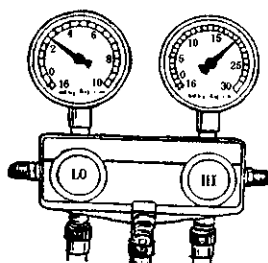

图 4-86 制冷系统有空气时高低压力表的压力指标
③空调系统内存有空气，制冷不足，检查时，高低压两侧的压力过高，如图 4-86 所示。低压侧管道不凉。排除方法：排出系统中的制冷剂，更换过滤器，充分抽空后，重新注入新的制冷剂。